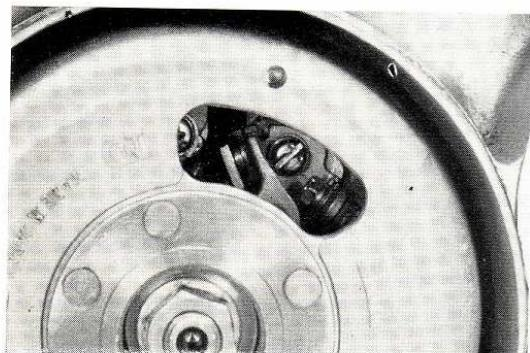

Fig. 43. — METHODE DU REGLAGE DU POINT D'ALLUMAGE.
1. Tournez la vis de limitation pour marche à vide contre le sens de la montre jusqu'au point où la marche à vide est lente tout en gardant son allure souple. (Fig. 43).